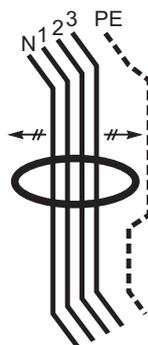

Рис. 2
- Внутренний диаметр тороида должен быть в 1,4 раза больше внешнего диаметра кабельного жгута (рис. 2).